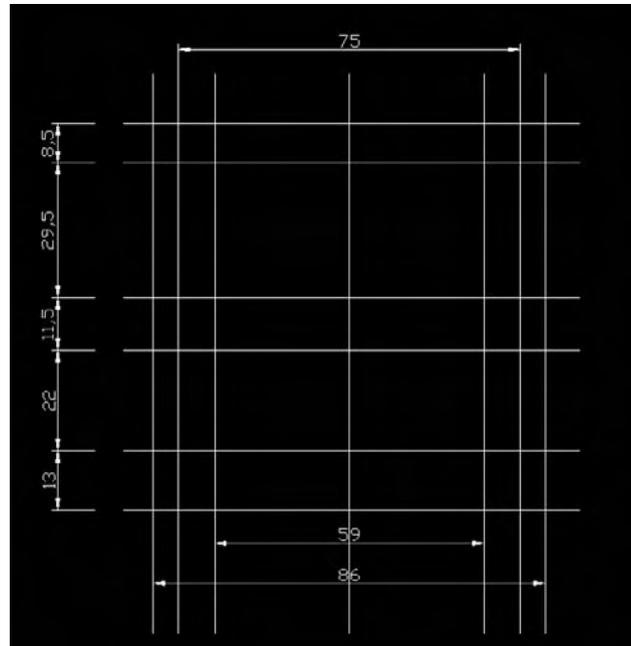

Fig.4.32
- 1 Tracez une grille pour définir les dimensions principales du verre (fig.4.32).